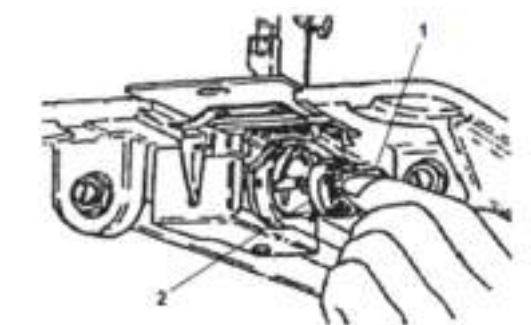

Figura 5
2. Levante o fecho (1) (ver figura 5).
3. Puxe para fora a caixa da bobina (2) (ver figura 5).